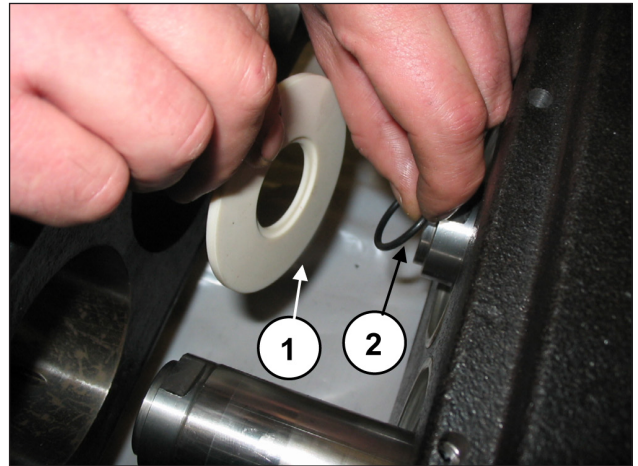

Abb. 2
Ziehen Sie die O-Ringe ab und ersetzen Sie diese bei Bedarf. Entfernen Sie die drei Kolben mithilfe eines Gabelschlüssels lt. Abschn. 2.2.3 (Abb. 122). Entfernen Sie die drei Spritzschutzringe samt O-Ringen (Pos. ① und ②, Abb. 2).